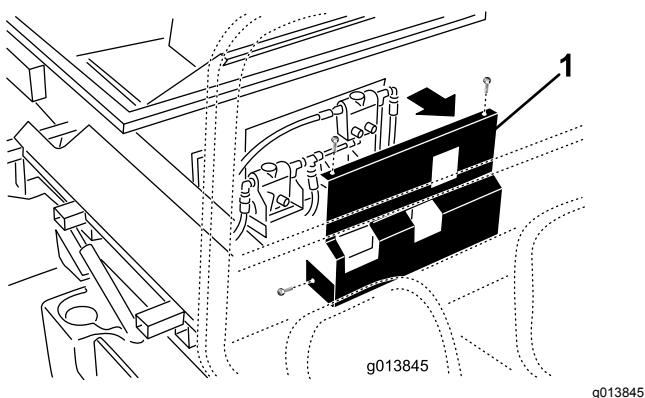

図 13
39. SH バージョンモデル 44701では、プロパスの前部にカバーを固定している固定具を取り外し、カバーを外して脇においておく図 13。